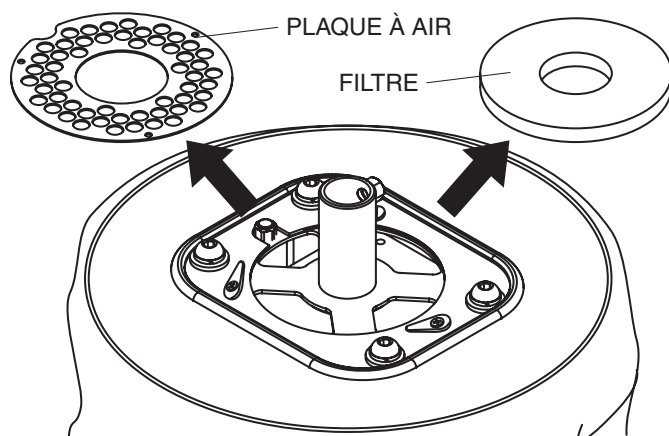

Figure 46. Retrait du filtre
4. Enlever la plaque à air et le filtre. Voir Figure 46.